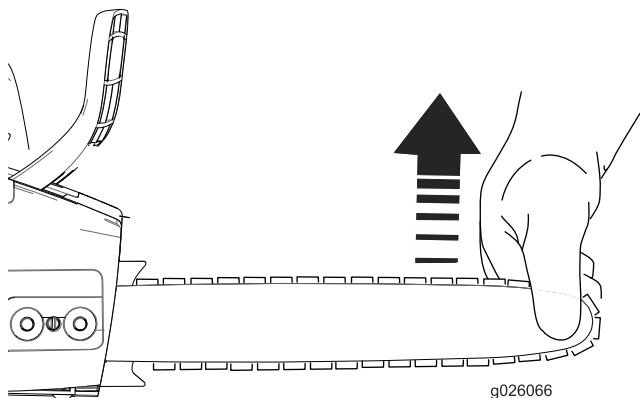

Figure 3
8. Saisissez l'extrémité de la barre (Figure 3).